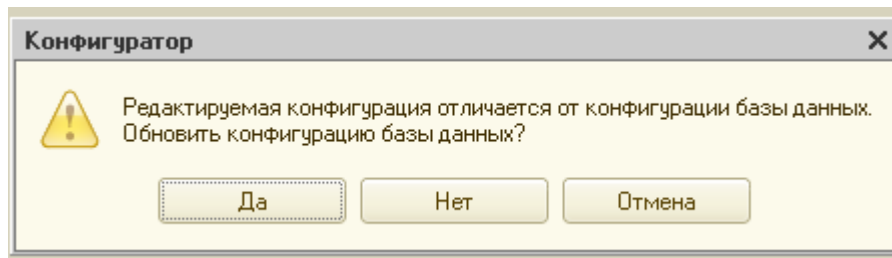

Рисунок 14
**Запуск отладки в режиме 1С:Предприятие.** Теперь проверим наши первые изменения в режиме 1С:Предприятие. Для этого выполним пункт меню **Отладка ► Начать отладку** или нажмем соответствующую кнопку соответствующую на панели инструментов конфигуратора. Система сама анализирует наличие изменений в конфигурации и выдает соответствующий вопрос об обновлении конфигурации базы данных (рис. 14).